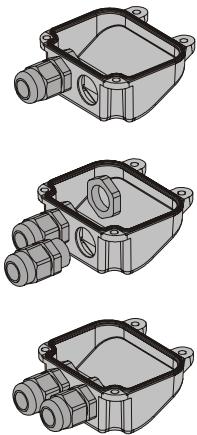

Abb. 16
- 1) Auch die zweite vorperforierte Öffnung auf dem Deckel durchbrechen, Abb. 16.
- 2) Die mitgelieferte Kabelführung montieren, Abb. 16.